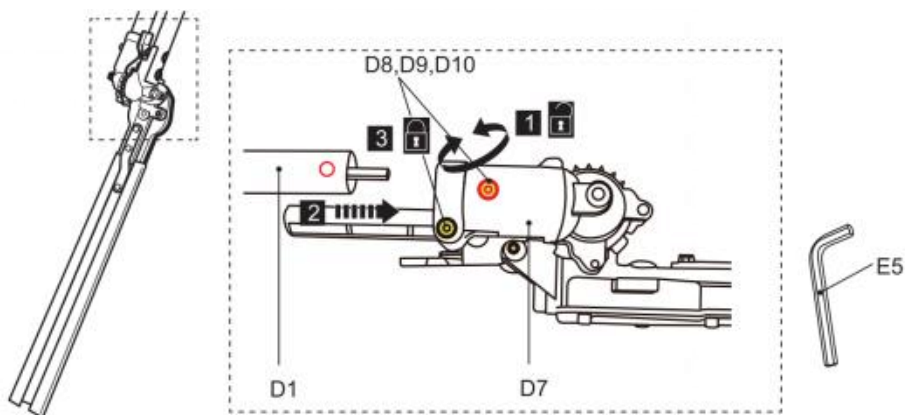

Fig. 20
1) Lossa bultarna (D8) med verktyg (E5) tills den nedre stången (D1) kan föras in i stödet (D7) (bild 20, steg 1). Ta inte bort bultarna (D8), fjäderbrickorna (D9) och brickorna (D10) från stödet (D7).
2) Rikta in och för in den nedre stången (D1) i stödet (D7) med en vridrörelse hela vägen tills monteringshålet är i linje med bulten. Använd pilmarkeringen som hjälp vid justeringen. (Bild 20, steg 2).
3) Dra åt bultarna (D8) för att fästa den nedre stången (bild 20, steg 3).